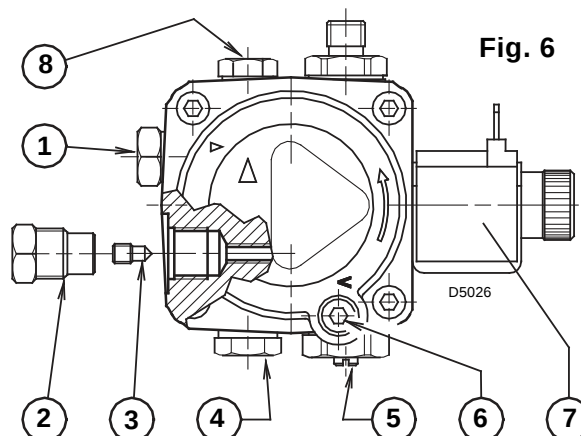
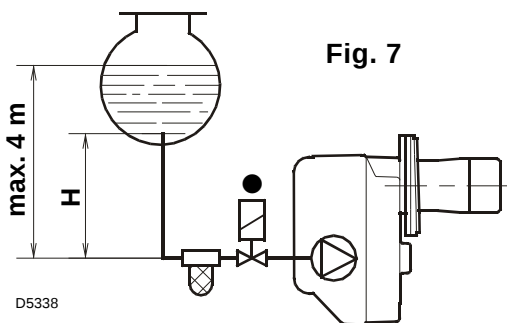

Fig. 6
Fig. 7
- De pomp is voorzien voor een installatie met twee leidingen. Draai bij één leiding de moer van de terugloopleiding (2) los, verwijder de by-pass schroef (3) en draai de dop (2) opnieuw aan, (zie fig. 6).
Bij een installatie zoals in fig. 7, de vacuümmeteraansluiting (5, fig. 6) losdraaien tot er brandstof ontsnapt.
Deze regeling kan worden aangepast met de schroef (4, fig. 6, blz. 4).